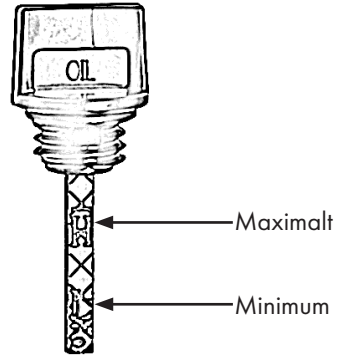

Bild 16
- Läs av oljenivån, se även bild 16.
Det måste finnas en oljefilm mellan den övre och den nedre markeringen. Om det inte finns någon oljefilm är oljenivån för låg, bild 16. Fyll på med mer olja. H-High står för maximum. L-Low står för minimum.